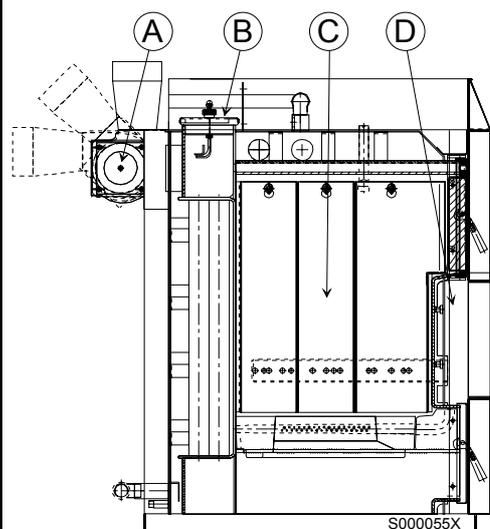

Fig. 1.7
**1.7.1 Renseklap (B - fig. 1.7)**
I brændselsmagasinet er monteret ekstra plader (C - fig 1.7). 1 gang om måneden skal disse tages ud (løftes lidt op og hænges af holderen øverst på pladen) og evt. belægninger herunder skal fjernes
- 1.7.5 Rensning af luftkanaler Kedlens primærluftkanaler (på begge sider af kedlen) kan i sjældne tilfælde være stoppet. Luftkanalerne renses ved at afmontere luftfordeleren (D - fig. 1.7 - 4 skruer). Luftkanalerne kan derefter renses med den medleverede børste. Efter rensning skal luftfordeleren genmonteres omhyggeligt uden at skade pakningen.